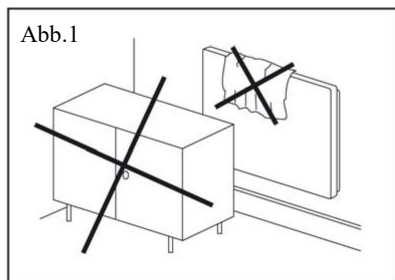

Abb.2
- **Es ist verboten, Dübel mit Selbstschneidgewinden zur Befestigung der Platten in Gipskarton-/Gipsfaserunterdecken zu verwenden, s. Abb. 2.**